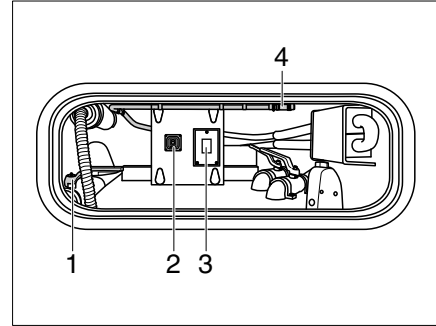

Fig. 369 Risciacquo della cassetta della toilette sminuzzatrice (vista nella cassa di stivaggio)
- Aprire il rubinetto di svuotamento (Fig. 369,1).
- Premere l'interruttore (Fig. 369,3).
- Azionare l'interruttore (Fig. 369,2) per la pompa di svuotamento.
- Sganciare il tubo flessibile di lavaggio del serbatoio (Fig. 369,4) dalla cassa di stivaggio e collegarlo a un punto di prelievo dell'acqua di rete.
- Dopo il risciacquo, staccare il tubo dal punto di prelievo dell'acqua di rete e riporlo nella cassa di stivaggio (Fig. 369,4).
- Chiudere il rubinetto di svuotamento (Fig. 369,1).